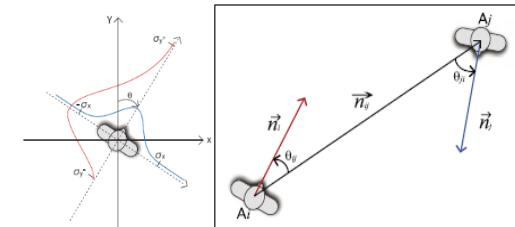

図1 個人空間モデルと
- 前面の空間を他の面より広くとる（図1左）
- 視線の方向性：知り合い、話し合いたいときは θ の角度が小さくなる（図1右：矢印の視線方向と対人の角度）